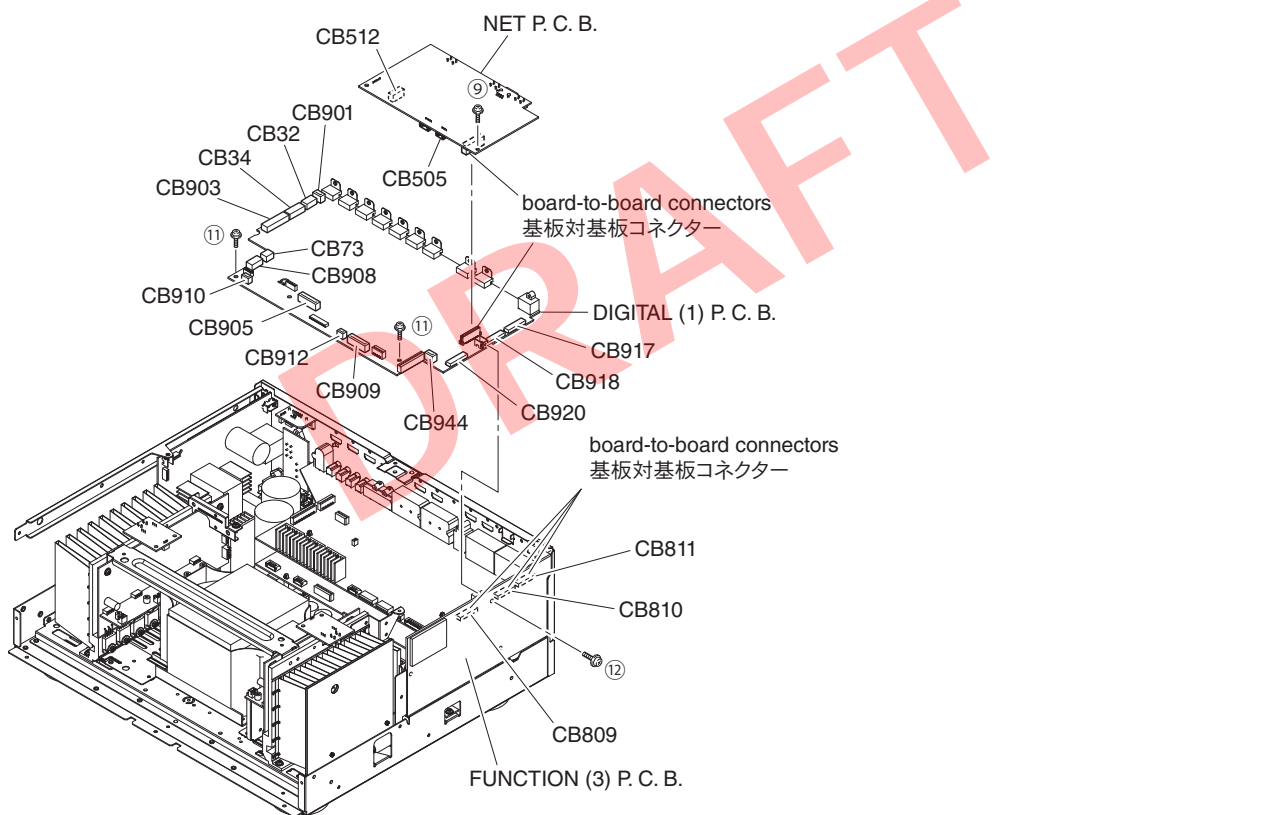

Fig. 2
- a. Remove screw (9). (Fig. 2)
- c. Remove CB505 and CB512 and then remove the NET P.C.B. which is connected directly to the DIGITAL (1) P.C.B. with board-to-board connectors. (Fig. 2)
- a. Remove screw (11) and screw (12). (Fig. 2)
- c. Remove CB32, CB34, CB73, CB901, CB903, CB905, CB908-910, CB912 and CB944. (Fig. 2)
- d. Remove CB917-918, CB920 and then remove the DIGITAL (1) P.C.B. which is connected directly to the FUNCTION (2) P.C.B. with board-to-board connectors. (Fig. 2)
- a. ⑨のネジ1本を外します。(Fig. 2)
- c. CB505、CB512を外し、NET P.C.B.を取り外します。ただし、NET P.C.B.はDIGITAL (1) P.C.B.に基板対基板コネクタで直接接続されています。(Fig. 2)
- a. ⑪のネジ1本、⑫のネジ1本を外します。(Fig. 2)
- c. CB32、CB34、CB73、CB901、CB903、CB905、CB908～910、CB912、CB944を外します。(Fig. 2)
- d. CB917～918とCB920を外し、DIGITAL (1) P.C.B.を取り外します。ただし、DIGITAL (1) P.C.B.はFUNCTION (2) P.C.B.に基板対基板コネクタで直接接続されています。(Fig. 2)